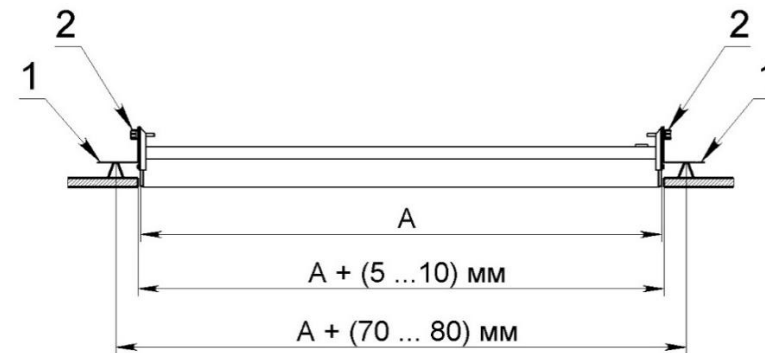

Рис. 1
6.3.2.2. Установить направляющие реечного потолка на расстоянии, превышающем на 70-80 мм длину светильника (рис. 1). В случае монтажа светильника в готовый реечный потолок установить по необходимости дополнительные направляющие в местах монтажа светильника, надежно закрепив их на несущем потолке при помощи подвесов.
6.3.2.4. Отрегулировать высоту установки светильника изменяя положение горизонтальных полок монтажного комплекта (поз. 1 на рис. 1), обеспечив расстояние до поверхности несущего потолка не менее 50 мм. Лицевая поверхность светильника должна находиться на уровне лицевой поверхности потолочных реек.
6.3.2.5. Зафиксировать положение горизонтальных полок монтажного комплекта при помощи винтов (поз. 2 на рис. 1).